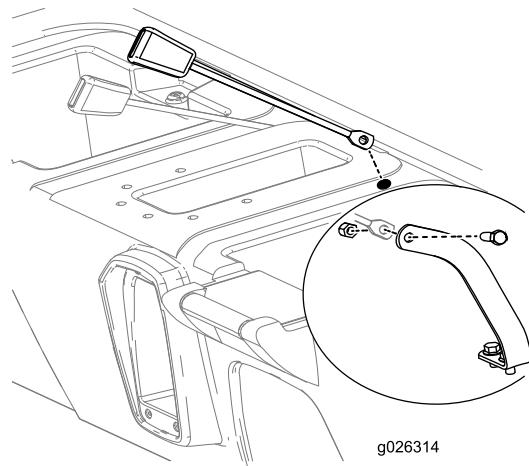

Figure 11
- Insérez le côté de montage du côté boucle de chaque ceinture de sécurité dans l'un des trous que vous venez de percer dans la base du siège (Figure 11).
- Fixez le côté récepteur de chaque ceinture de sécurité à chaque ancrage au moyen d'un boulon (7/16") et d'un écrou (7/16"), comme montré à la Figure 11.